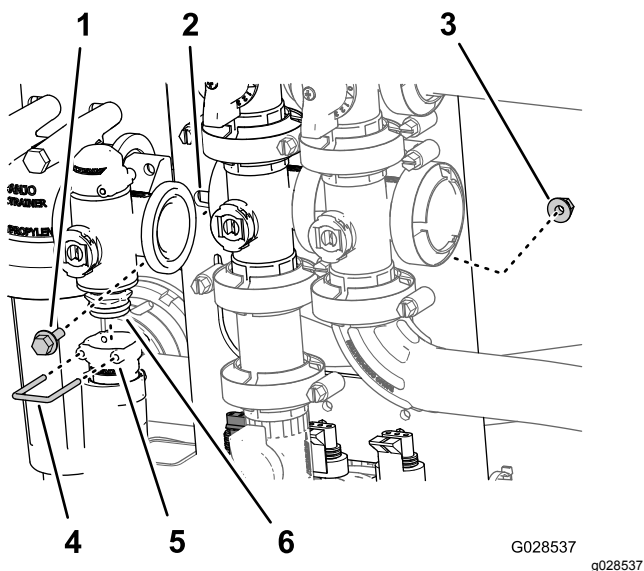

図 89
2. 散布量制御バルブ用のマニホールドに出口フィッティングを固定しているリテーナを外す 図 89。
3. 散布量制御バルブをバルブマウントに固定しているフランジヘッドボルト2本とフランジロックナット2個を外してバルブマニホルドを機体から取り外す 図 89。